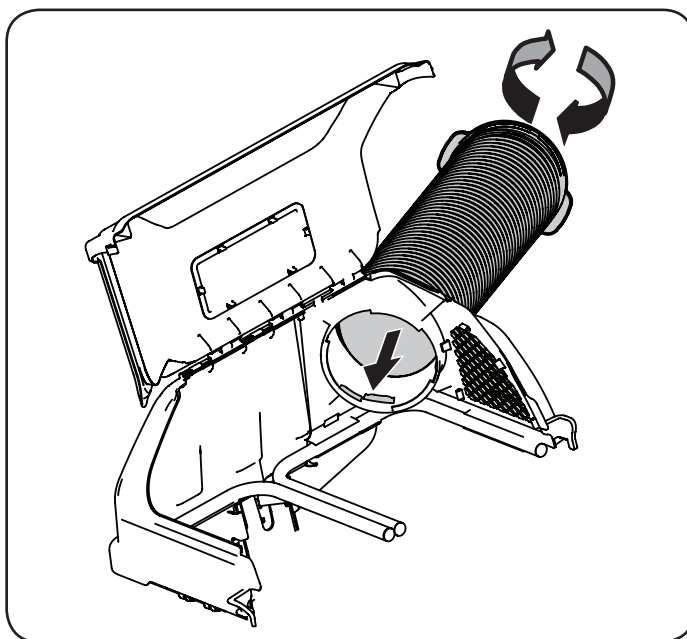

Figure 23
1. Installation du tube de la goulotte supérieure. Vissez fermement l'extrémité supérieure du tube de goulotte dans le support de la goulotte supérieure. Pour assurer un enfilage sûr, il y a deux languettes sur la partie intérieure du support de la goulotte supérieure. Consultez la Figure 23.